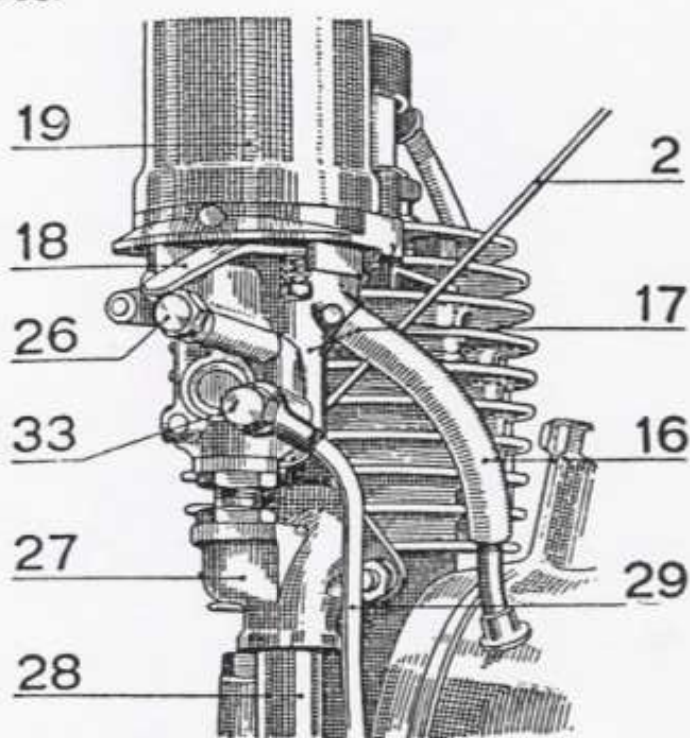

Fig. 12
Manœuvres incorrectes. — Cas très rare étant donnée la simplicité d'emploi du moteur. Toutefois, lors d'un départ, le moteur étant chaud, contrôlez si le volet d'air du carburateur n'est pas fermé (18) fig. 12.
Alimentation défectueuse (Fig. 12). — Vérifiez la quantité d'essence contenue dans le réservoir. Débranchez le tuyau de retour (16) du trop-plein du carburateur, décompressez afin de pouvoir faire tourner facilement le moteur en poussant la bicyclette à la main, et assurez-vous que l'essence coule par la canalisation débranchée. S'il n'en est pas ainsi, nettoyez l'arrivée d'essence (33) du carburateur et les filtres de la pompe (voir page 12). En même temps, assurez-vous que le joint d'étanchéité du couvercle de la pompe n'est pas détérioré et que les raccords des canalisations d'arrivée et de départ de la pompe sont bien serrés. Si le joint d'étanchéité du couvercle de pompe est en mauvais état ou si les raccords sont mal serrés, la pompe à essence ne fonctionne plus et l'essence s'émulsionne ou n'arrive pas. Si ces vérifications ne donnent pas de résultat, s'adresser à une **Station-Service VéloSoleX** qui recherchera la cause de l'alimentation déficiente.
Gicleur bouché (Fig. 12). — Si l'essence coule par la canalisation débranchée (16), et que le moteur refuse de partir, il est possible que le gicleur (26) soit bouché. Le démonter et le nettoyer à l'aide de la pompe à pneu et du raccord spécial. (Voir fig. 9, page 12).